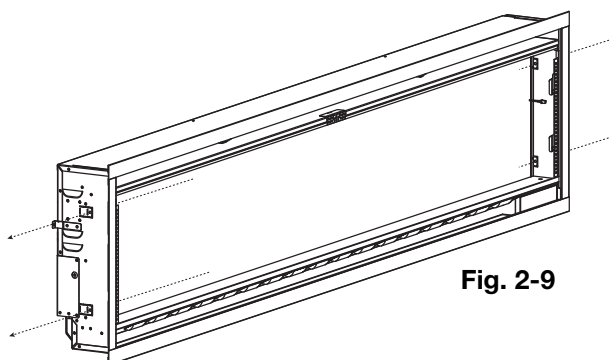

Fig. 2-9
9. Utilisez 4 vis (fournies) afin de fixer l'appareil au mur (**Fig. 2-9**). Ne pas trop serrez les vis.